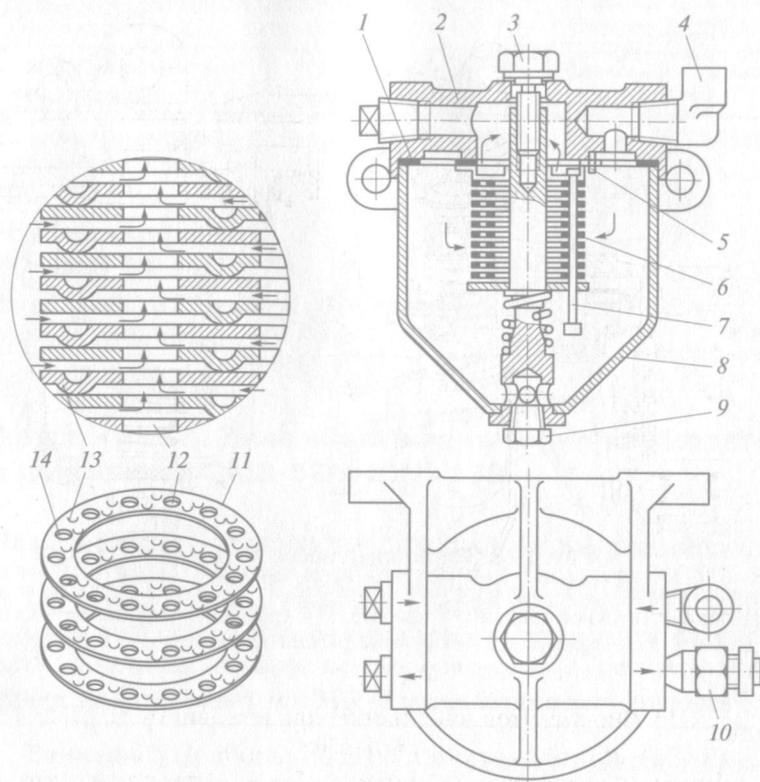

Рис. 1.14. Фильтр грубой очистки топлива двигателей ЗМЗ-53 и ЗИЛ-130:
5. Изучить устройство фильтра грубой очистки топлива двигателей ЗМЗ-53 и ЗИЛ-130 (см. рис. 1.14).